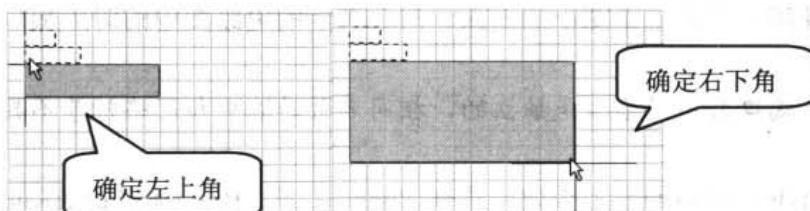

图 4-45 放置方块电路图
- (1) 执行菜单命令 Place | Sheet Symbol，或用鼠标左键单击电路绘图工具栏 Place Sheet Symbol 按钮，或按下 Alt+P+S 键，系统即进入放置方块电路图状态。
- (2) 确定方块电路图的左上角。执行命令后，光标形状变成了十字形状，并附带上了一个默认大小的方块电路图；移动十字光标到适当位置，单击鼠标左键或按下 Enter 键即可确定方块图的左上角。
(3) 确定方块电路图的右下角。再移动十字光标到另一个适当位置，单击鼠标左键或按下 Enter 键确定方块图的右下角，从而便完成了画一个方块图。执行过程，如图 4-45 所示。